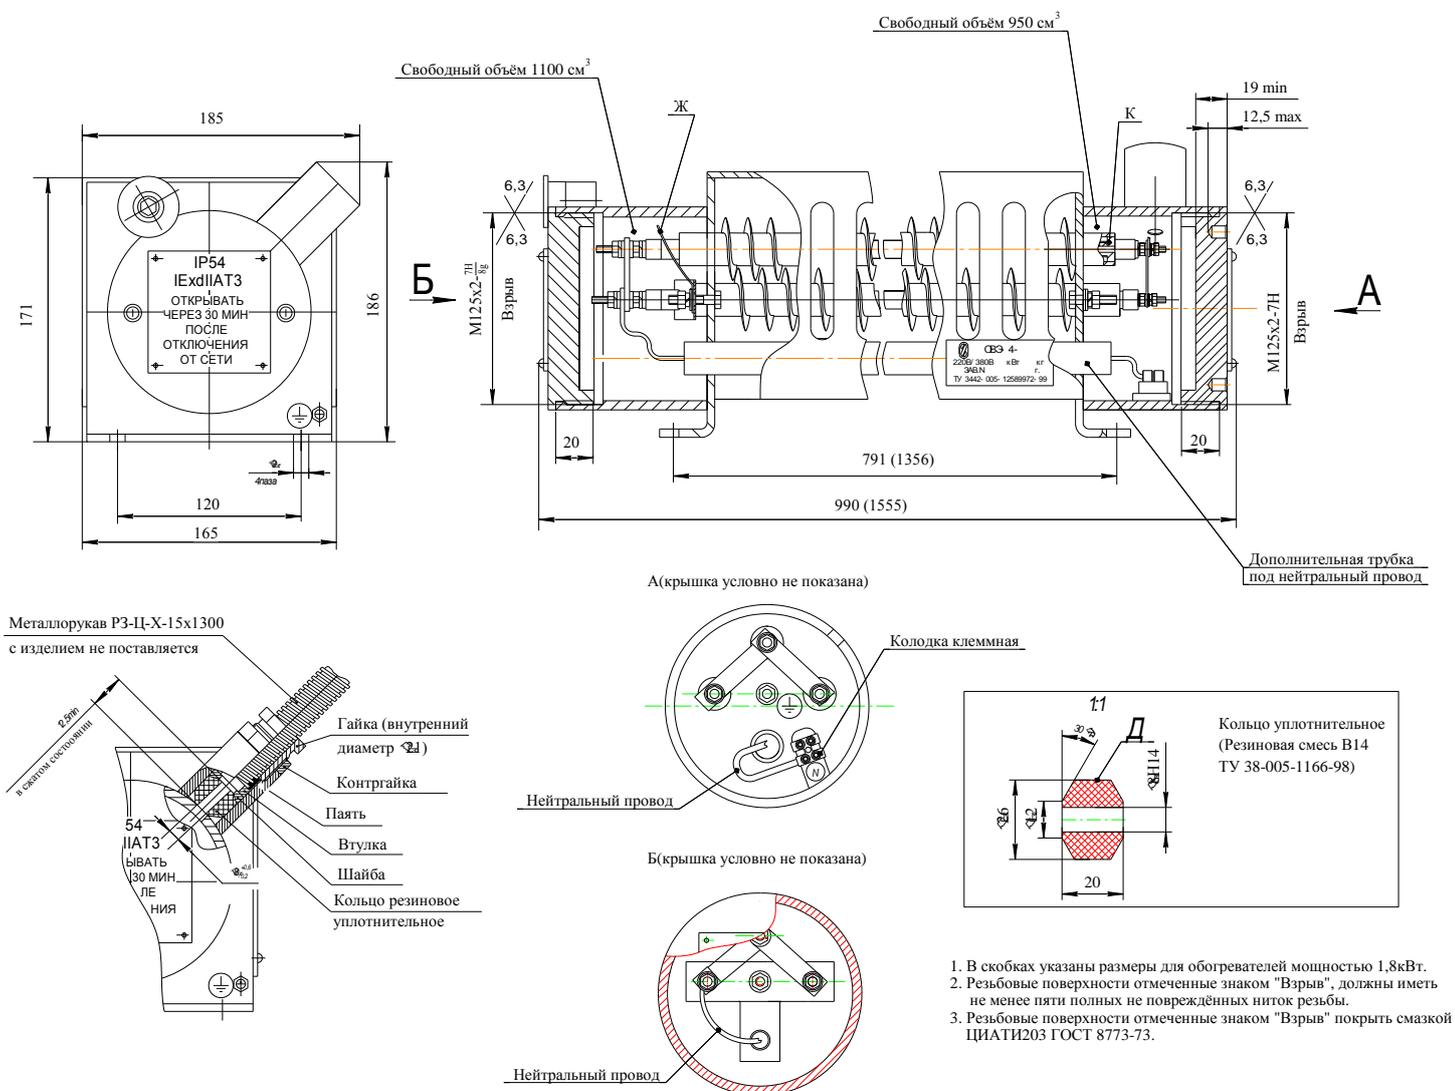

Рисунок 1 - Чертёж средств взрывозащиты
4.1 Обогреватель (рис.1) представляет собой стационарный сухой электрорадиатор напольного типа. Обогреватель имеет три трубчатых электронагревателя (ТЭН), которые заключены в оребренную взрывонепроницаемую оболочку. Нагревательные элементы зафиксированы от продольного перемещения с помощью скобы Ж и резиновых втулок К (рис.1). Нагреватели с одной стороны соединены в «звезду» и нейтральная точка монтажным проводом выведена через дополнительную трубку на клеммную колодку на сторону кабельного ввода.
На чертеже средств взрывозащиты (рис.1) показаны сопряжения деталей, обеспечивающие щелевую взрывозащиту. Эти сопряжения обозначены словом «ВЗРЫВ» с указанием допустимых параметров шероховатости поверхностей прилегания.
5.9 Взрывонепроницаемость ввода кабеля достигается путем уплотнения эластичным резиновым кольцом. Допустимый размер кольца показан на рис. 1.
5.11 Электрическая защита обогревателя обеспечивается в соответствии с требованиями ПУЭ внутренним и наружным заземляющими зажимами (см. рис.1), для защиты обогревателя от перегрузок по току и коротких замыканий электрическую сеть следует оборудовать устройством защитного отключения (УЗО) или входным автоматическим выключателем на ток 15А.
6.1.5 Уплотнение кабеля должно быть выполнено по рис. 1 самым тщательным образом, т. к. от этого зависит взрывонепроницаемость вводного устройства.